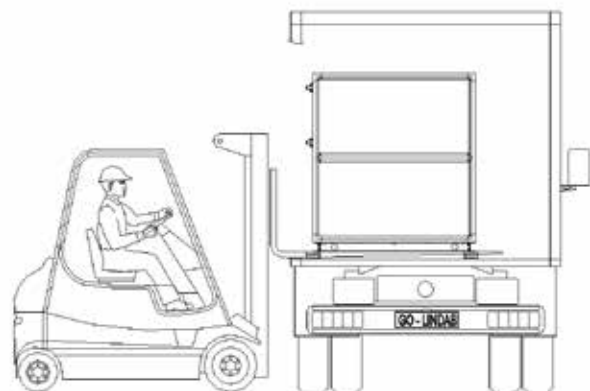

Bild 3
- Vid lastning och lossning med gaffeltruck ska aggregaten alltid förflyttas med träbalkarna kvar eller på pallan (bild 3).